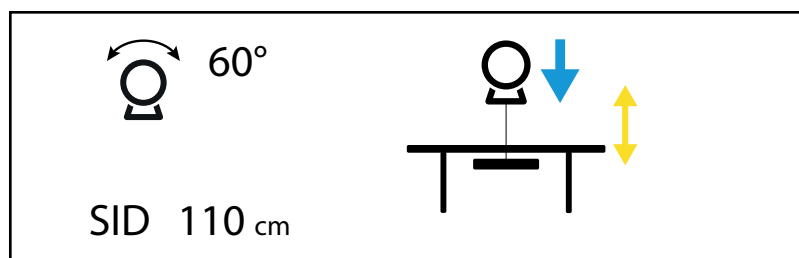

Fig. 3-11 Suivi automatique, table
2. Le *suivi automatique, table* est affiché sur l'écran du porte-tube suspendu, voir **Fig. 3-11**
3. Une flèche bleue indique le sens de déplacement du porte-tube suspendu pour atteindre la DSI correcte, voir **Fig. 3-11**.